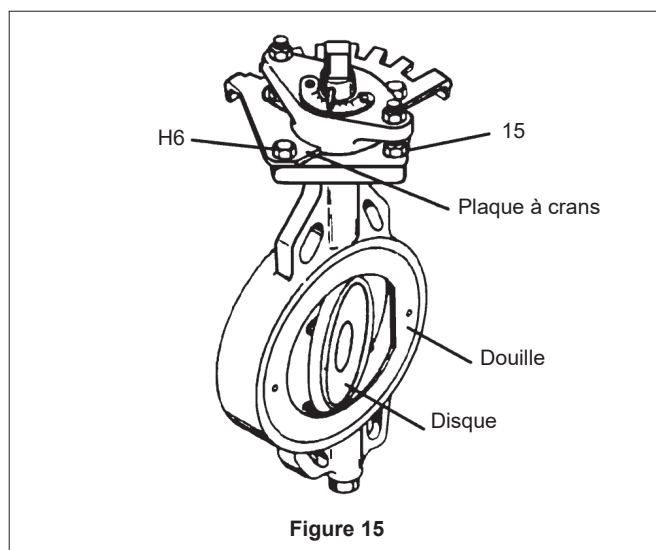

Figure 15
11. Si la plaque à crans de la poignée ou la plaque de base de l'actionneur ont été retirés de la vanne, réinstallez-la conformément au sens indiqué à la **Figure 15** ou **Figure 18**. Installez les rondelles d'arrêt et les vis dans les deux trous du chapeau non utilisés par les goujons, puis installez les rondelles d'arrêt inférieures (16) et les écrous (15) sur les goujons. Ne serrez pas les vis et les écrous tant que les butées n'ont pas été réglées (voir la section **RÉGLAGE ET AJUSTEMENTS**).
12. Installez l'entretoise de purge (75) (versions 3", 4" et 6" [DN 80, 100 et 150] 860 **UNIQUEMENT**). Placez la plaque de compression (10) sur l'axe (4) et les goujons (14). Orientez la plaque de manière à ce que le pointeur indicateur soit au-dessus de la plaque d'indication. Installez les rondelles d'arrêt (16) et les écrous (15), mais sans les serrer. Installez le pointeur indicateur sur l'axe.
13. Installez l'entretoise du palier inférieur (43), le cas échéant. Placez le joint du bouchon (42) dans le logement au bas de la vanne et installez le bouchon (11). Serrez le bouchon jusqu'à ce qu'il soit aligné avec le corps. Il est recommandé d'effectuer un petit point de soudure ($1/16$ " [1.6 mm]) sur le coin du bouchon.
S'il s'avère nécessaire d'orienter l'actionneur dans un autre quadrant (**voir Figure 15 et 16**) :
7.3 RÉGLAGE DE LA BUTÉE DE LA POIGNÉE (FIGURE 15)